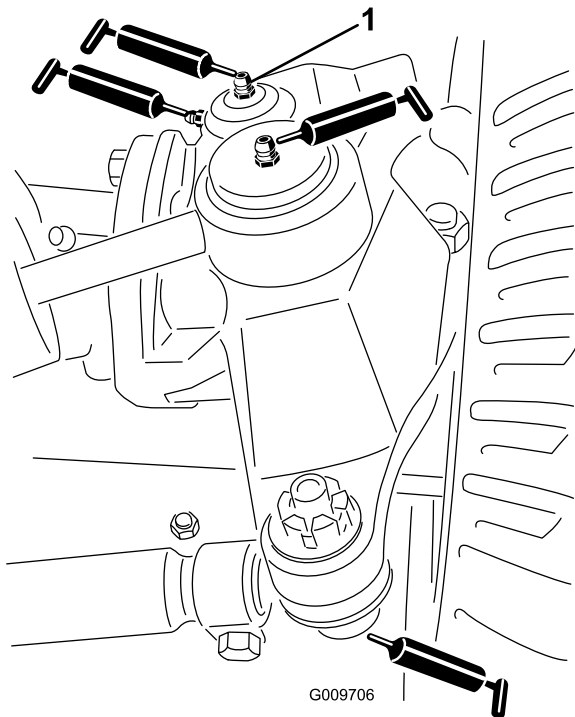

Figura 83
- Giunti sferici (2) del cilindro di sterzo (**Figura 83**)
- Giunti sferici (2) del tirante (**Figura 83**)
- Boccole (2) del perno del fuso a snodo (**Figura 83**). **Il raccordo superiore sul perno del fuso a snodo richiede soltanto una lubrificazione annuale (2 pompate).**